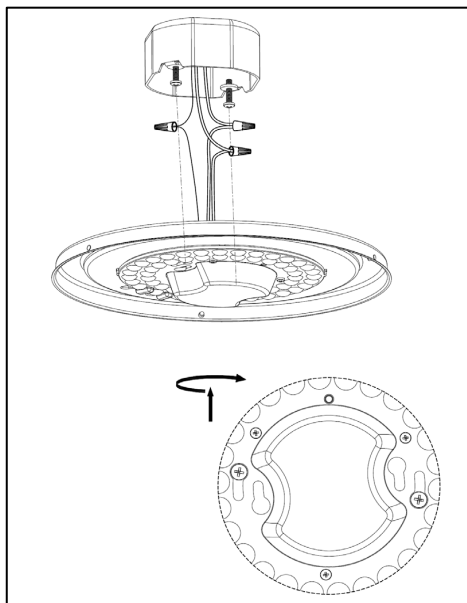

Figure 9
- Tenir d'une main le boîtier (2) et de l'autre main positionner les câbles dans le boîtier de raccordement. (Voir la figure 9).
- Faire pivoter le boîtier (2) dans la position de verrouillage du trou. (Voir la figure 9).